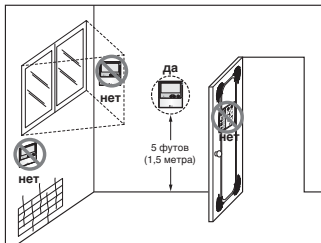

Рис.1. Типичное расположение пульта дистанционного управления
- Данный пульт дистанционного управления оборудован 7-сегментным ЖКИ–дисплеем. Чтобы на нем правильно отображалась информация, пульт дистанционного управления должен быть установлен так, как показано на рис.1 (стандартная высота — 1,2~1,5 м от уровня пола).